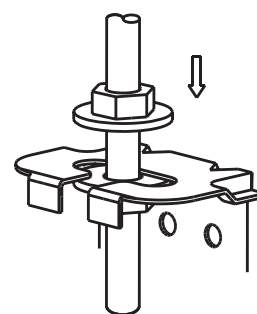

Рис. 4-2
- После выравнивания положения корпуса блока надежно зафиксируйте его, закрутив гайки гаечным ключом (рис. 4-2).